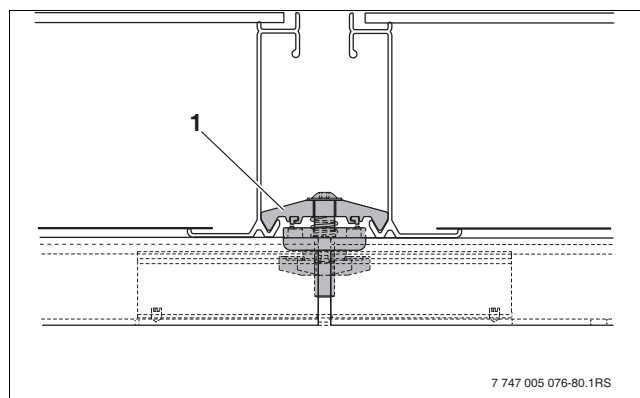

Fig. 63 Montar la sujeción doble del captador entre 2 captadores
- No utilice herramientas auxiliares, como p. ej. tenazas (2). Éstas podrían hacer inservible el conector de tubo ondulado.
- Deslizar el segundo captador al lado del primero de manera que las conexiones del captador entren en los conectores de tubo ondulado premontados (1) del primer captador.
- Colocar la segunda grapa (3) sobre el conector de tubo ondulado y la conexión del captador.
El sujetador (Fig. 63, (1)) de la sujeción del captador agarra ahora el canto inferior.